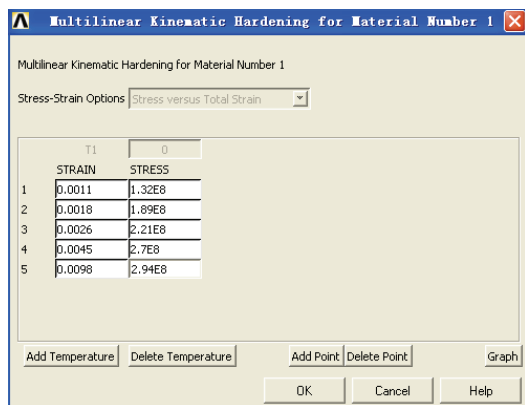
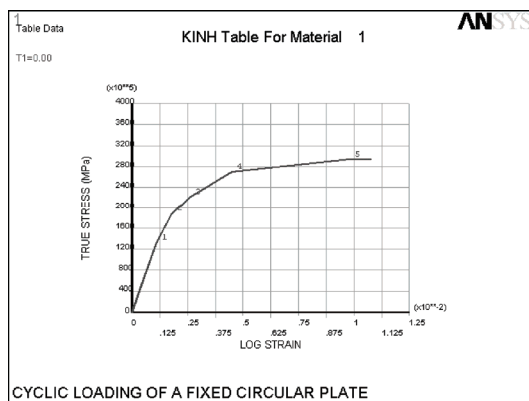

图 5-65 输入多线性随动硬化数据对话框
图 5-66 应力、应变关系曲线图
5) 在 Material Models Availablely 一栏中依次单击 Structural、Nonlinear、Inelastic、Rate Independent、Kinematic Hardening Plasticity、Mises Plasticity、Multilinear (General) 选项, 出现 Multilinear Kinematic Hardening for Material Number 1 对话框, 参照图 5-65 对其进行输入, 单击 Graph 按钮, ANSYS 将在其显示窗口绘制应力、应变关系曲线图, 如图 5-66 所示。单击 OK 按钮关闭该对话框。